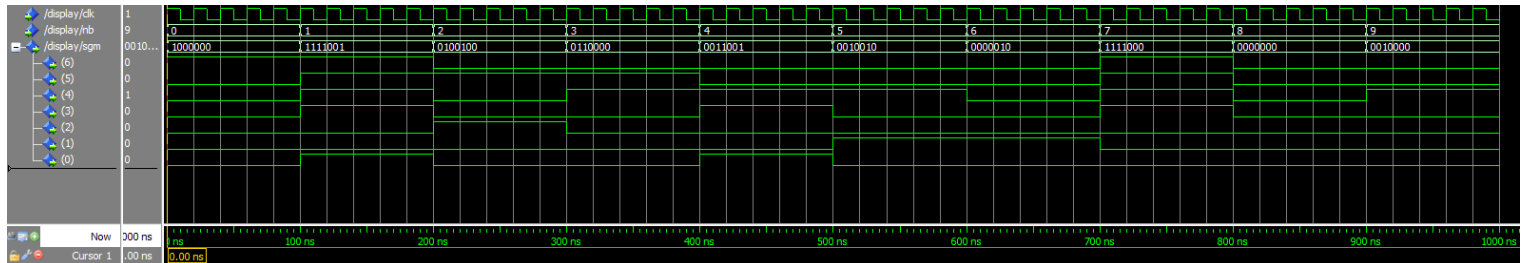

Abbildung 15: Simulation des Displays für jeden Wert (0-9)
2. Ergebnis (Siehe Abbildung 15)
- Siehe Tabelle 1 und Abbildung 15, um die beide zusammen zu vergleichen